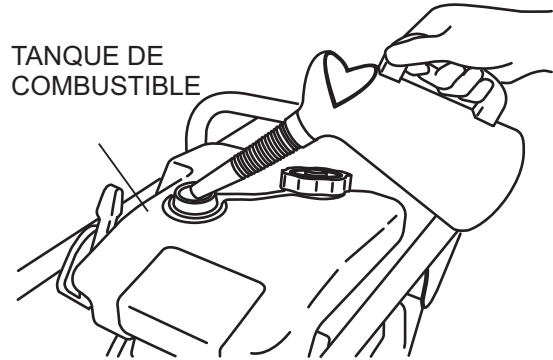
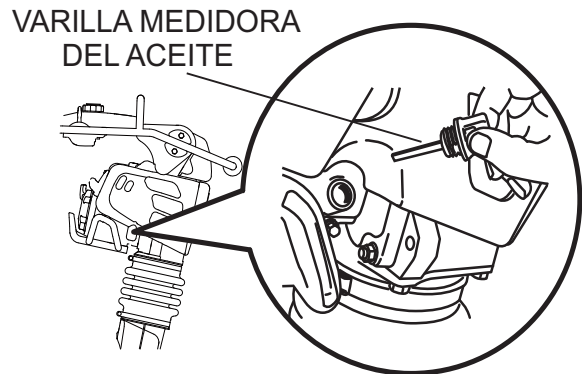

Figura 3. Tanque de combustible
Figura 4. Varilla medidora del aceite del motor
1. Llene el tanque de combustible (Figura 3) con gasolina sin plomo. Simultáneamente, revise el aceite del motor y haga el hábito de rellenarlo frecuentemente (Figura 4).